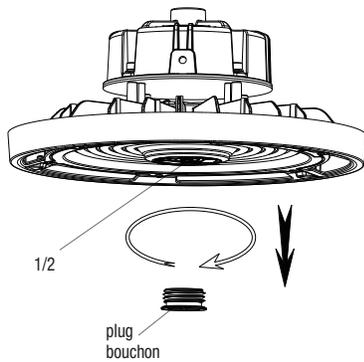

Fig. 1A
1. Unscrew the central plug of LED board as shown in Fig. 1A.
1. Dévissez le bouchon central du panneau LED comme indiqué sur la Fig. 1A.